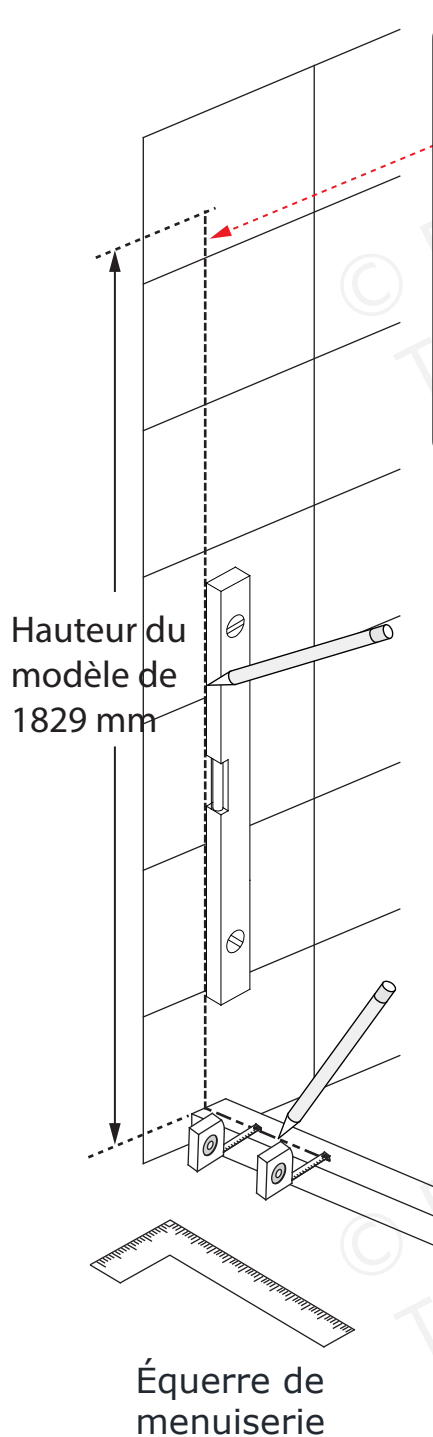

Fig 1
1. Tracez une ligne sur le seuil et sur le mur pour représenter la bordure extérieure des profilés en U. Assurez-vous que la ligne est parallèle à la bordure avant du seuil. **(Fig 1)**